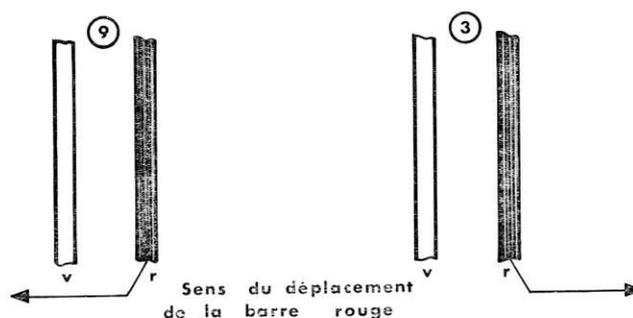

Fig. 24
- 2) Un réglage dit « de bascule de parabole » (élément de réglage : potentiomètre) qui produit une action en sens inverse à droite et à gauche de l'image - zones (3) et (9).
**Exemple : action sur les verticales R - V** (fig. 24).